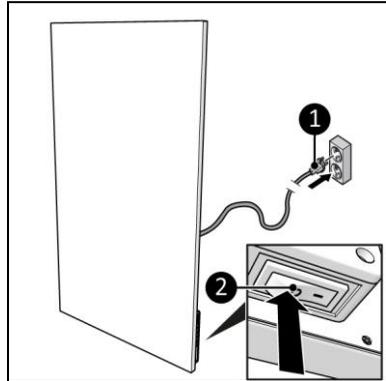

Abbildung 16
2. Stellen Sie sicher, dass sich der EIN/AUS-Schalter in der AUS-Position befindet (Abbildung 16, Pos. 2).
3. Stecken Sie den Netzstecker (Abbildung 16, Pos. 1) in eine leicht zugängliche geerdete Steckdose. Verwenden Sie eine geerdete Steckdose mit einer Mindestleistung von 1000 Watt.